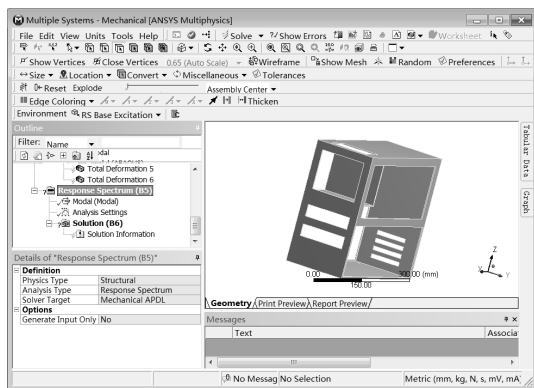

图 8-41 Mechanical 界面
Step3：如图 8-41 所示，双击项目 B 的 B5（Setup）选项，进入 Mechanical 界面。